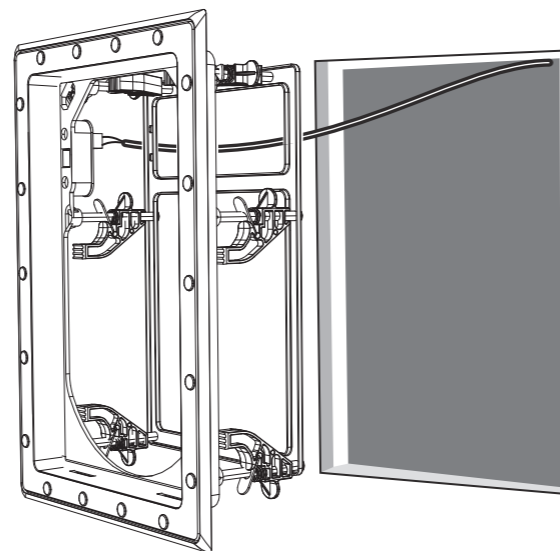

Fig. 8. Installing the Frame into the Wall
1. Ostrożnie wciśnij ramkę w otwór w ścianie, uważając, aby nie przyciąć ani nie przyciąć przewodów głośnikowych (rys. 8).